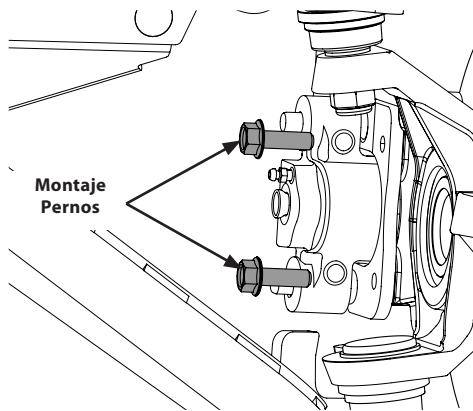

Figura 4-11
1. Saque los pernos de montaje que sujetan la pinza y las pastillas de freno al muñón de la dirección. Consulte la Figura 4-11.